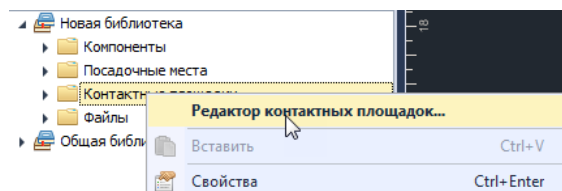

Рис. 157 Вызов редактора контактных площадок для проекта
3. Вызвать контекстное меню и воспользоваться пунктом «Редактор контактных площадок», см. Рис. 157.